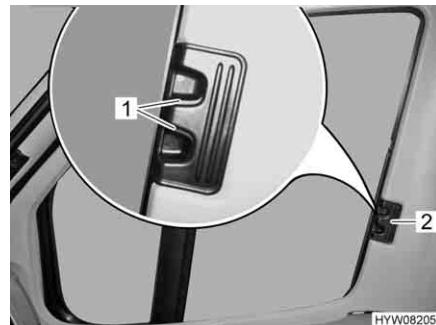
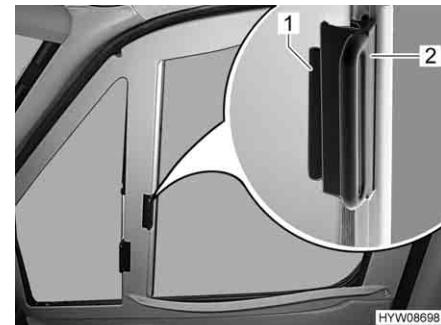

Fig. 33 Tendine oscuranti pieghevoli per il finestrino del conducente/passeggero (Fiat)
Fig. 34 Tendine oscuranti pieghevoli per il finestrino del conducente/passeggero (Mercedes-Benz)
- A seconda del tipo di tendina oscurante, premere e tenere premute le levette di bloccaggio (Fig. 33,1).
- Con la levetta (Fig. 33,2 o Fig. 34,2) tirare le tendine oscuranti pieghevoli per il finestrino del guidatore e del passeggero verso l'altro lato della finestra e congiungerle alle strisce magnetiche.
- Inserire fino all'arresto le tendine oscuranti pieghevoli per il finestrino del guidatore e del passeggero per la maniglia (Fig. 33,2 o Fig. 34,2).
- Rilasciare le levette di bloccaggio (Fig. 33,1) e farle innestare, oppure spinare l'impugnatura (Fig. 34,2) fino al sopralzo (Fig. 34,1).